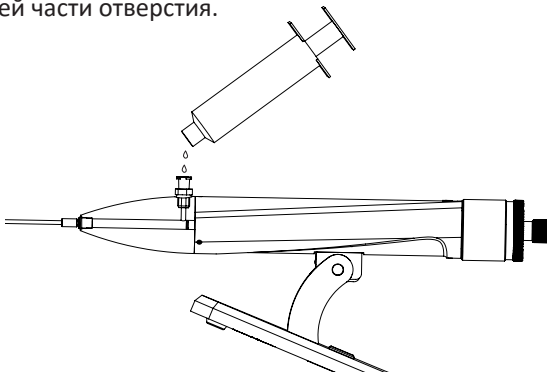
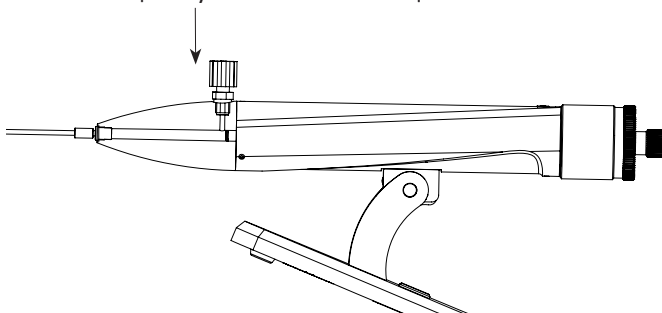

Рисунок 9-11
Рисунок 9-12
9. Теперь медленно надавите на плунжер шприца, чтобы заполнить цилиндр и трубку. Далее заполните отверстие и установите колпачок (см. Рисунок 9-11 и Рисунок 9-12 на стр. 47).